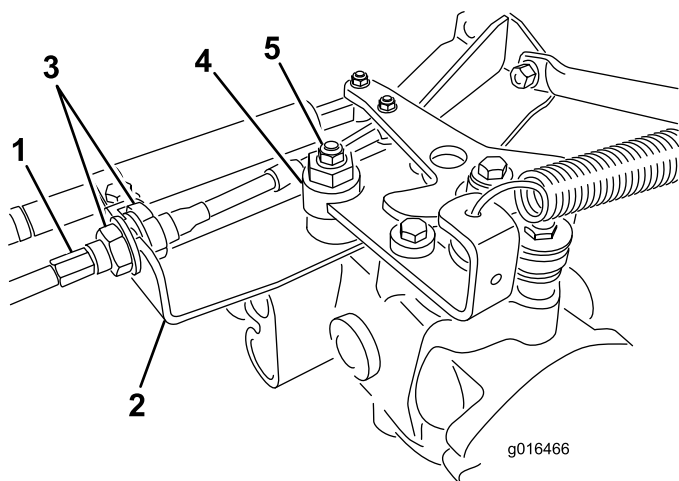

Figure 42
- A. Desserrez les écrous de blocage qui fixent le câble de commande de transmission à la cloison sur l'hydrostat (Figure 42). Desserrez les écrous de blocage uniformément et suffisamment pour permettre le réglage.
- B. Desserrez l'écrou de fixation de l'excentrique en haut de l'hydrostat (Figure 42).
l'excentrique et le réglage (Figure 42). Vérifiez le réglage avec la commande d'accélérateur en position bas régime, puis haut régime.
- E. De chaque côté de la cloison, serrez les contre-écrous **uniformément** pour fixer le câble de transmission à la cloison (Figure 42). Ne tordez pas le câble.